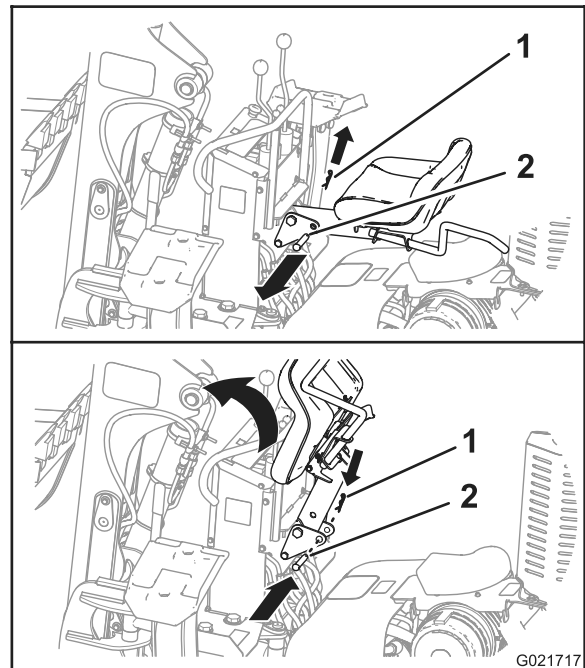

Bild 38
- A. Nehmen Sie die Splint aus dem Arretierbolzen für den Sitz (Bild 38).
- B. Nehmen Sie den Sitzarretierbolzen aus dem Rahmen des Baggers und der Sitzstabe (Bild 38).
- C. Drehen Sie die Sitzstabe nach oben und stecken Sie den Sitzarretierbolzen durch die Löcher im Rahmen des Baggers, damit der Sitz oben gehalten wird, und Sie Platz für das Entfernen der Motorhaube haben (Bild 38).
- A. Entfernen Sie den Sitzarretierbolzen und senken Sie die Sitzstrebe in die Betriebsstellung ab (Bild 38).
- B. Stecken Sie den Sitzarretierbolzen durch die Löcher im Rahmen des Baggers und der Sitzstrebe (Bild 38).
- C. Stecken Sie die Splint in das Loch im Arretierbolzen für den Sitz (Bild 38).